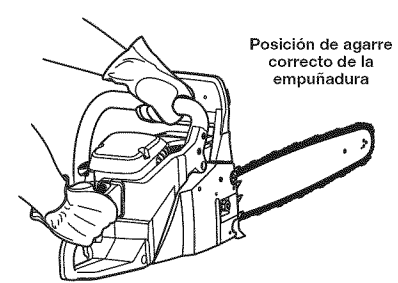

Fig. 11
- Sujete la sierra firmemente con ambas manos. Mantenga siempre la mano izquierda en la empuñadura del frente y la derecha, en la empuñadura posterior, de modo que el cuerpo del operador esté situado a la izquierda y no en línea recta con la cadena (Fig. 11). Utilice esta posición de las manos, incluso si el operador es zurdo.